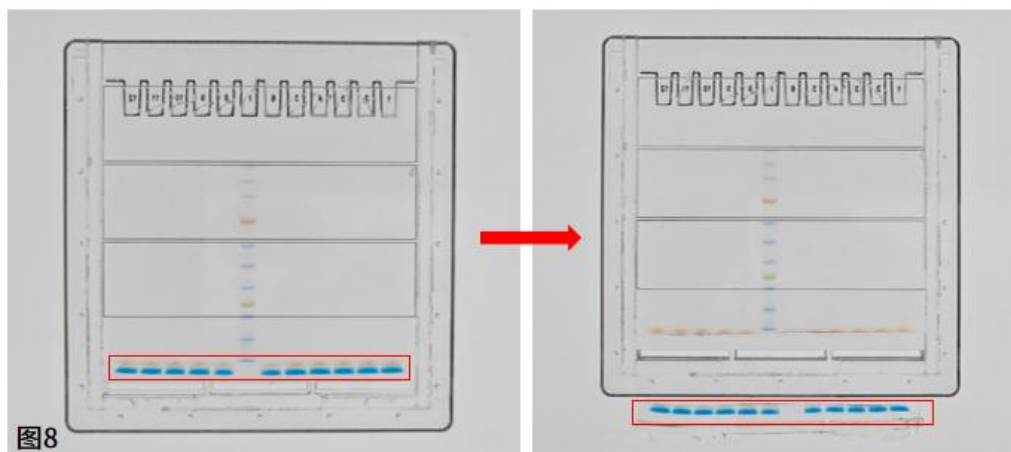

图8
⑤胶板打开之后，凝胶可能粘在任意一侧，将无凝胶的胶板取下，将下缘开口处凸起部分的凝胶切去（图 8）；将有凝胶一侧的胶板浸入水中，贴着水面，倾斜轻轻提起，凝胶便会掉落到水中，将凝胶从水中取出进行染色或后续实验。